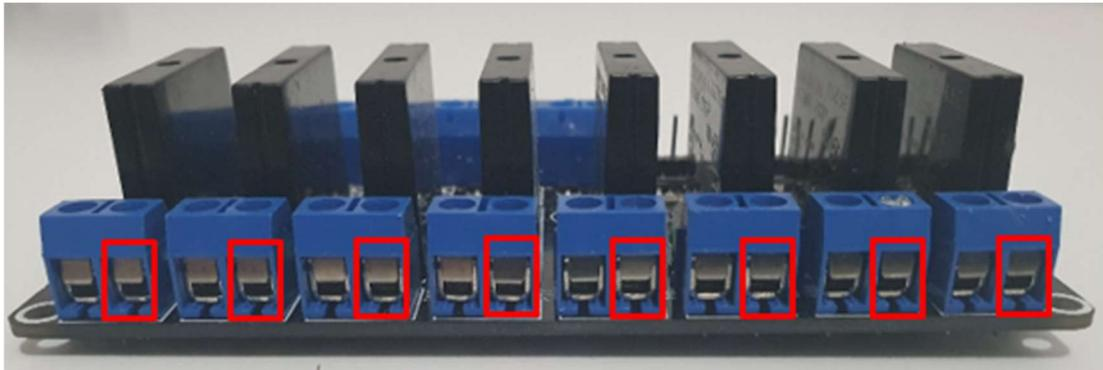

Figura 31 – Ligadores a Forçar
1. Para a montagem das placas de *shunt*, é necessário que, com o auxílio de uma pequena chave de fendas, force a abertura de um ligador de cada saída da placa de relés, de forma a ter o espaço suficiente para encaixar as placas. Na Figura 31 estão demonstrados os ligadores que têm a necessidade de serem forçados.